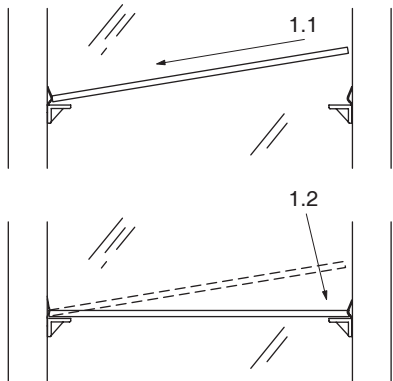

Fig.8/ รูปที่ 8
1. Push/twist the pins into place, see Fig.8.